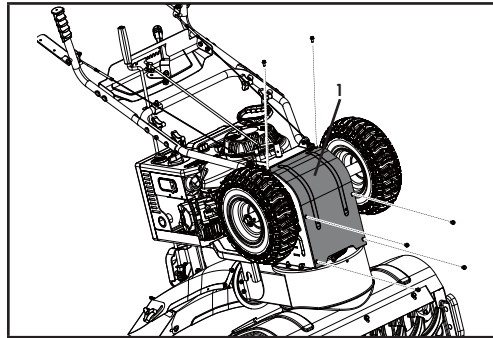

Figure 42A
2. Enlevez le couvercle de la base du châssis (1) du dessous de la souffleuse à neige en enlevant les 6 vis M6 × 16 qui le retiennent (figure 42A).